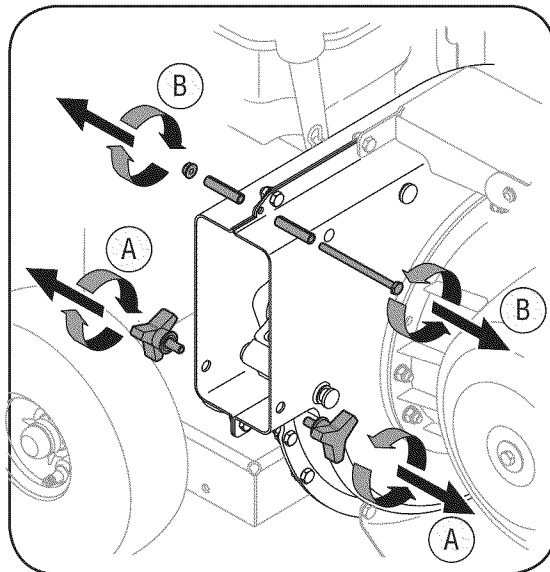

Figura 3-3
b. Saque la tuerca de seguridad hexagonal, los separadores y el bulón hexagonal de la parte superior de la caja del motor. Vea la Figura 3-3.